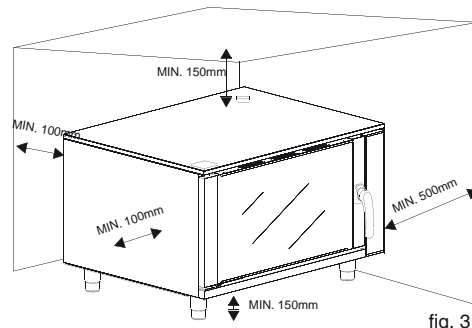

fig. 3
- Per consentire l'installazione e le operazioni di manutenzione, mantenere una distanza di almeno 500 mm (vedere fig. 3) tra il fianco sinistro del forno e la parete o apparecchiature attigue.